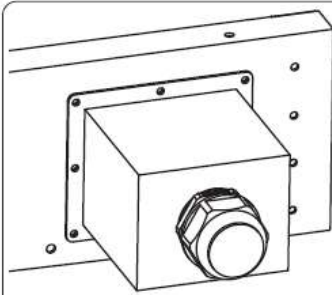
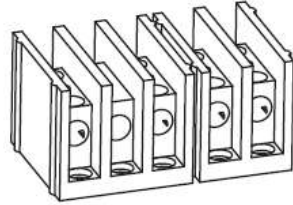

Imagen 5.7 Caja de conexiones
Imagen 5.8 Terminal AC
- 1) Retirar los 8 tornillos de la caja de unión AC del inversor como se muestra en la imagen 5.7. Después de remover la caja de unión, se puede ver los terminales del inversor. Los dígitos por defecto son 5 como se muestra en la imagen 5.8.